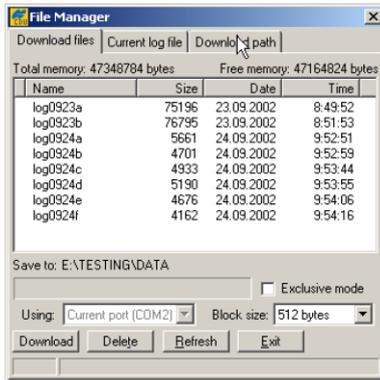

Figura 4-2. Localización de archivos para descarga
3. Haga clic en **File ► File Manager** y a continuación en la pestaña **Download path** del cuadro de diálogo **File Manager** (Figura 4-2).